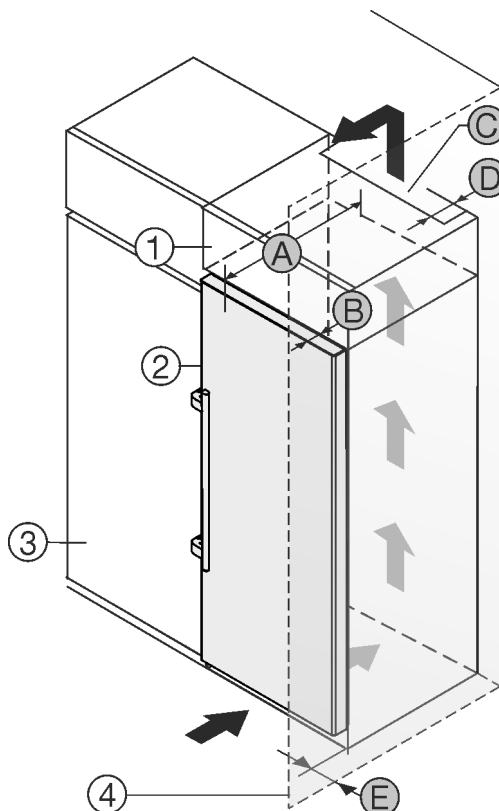

Fig. 1
- (1) Aufsatzschrank
- (2) Gerät
- (3) Küchenschrank
- (4) Wand
- (5) Wandabstandhalter
- (A) Gerätetiefe
- (B) Türtiefe
- (C) Belüftungsquerschnitt
- (D) Abstand Geräterückseite
- (E) Abstand zur Geräteseite
Sie können das Gerät direkt neben dem Küchenschrank Fig. 1 (3) aufstellen.
An der Rückseite des Aufsatzschrankes muss ein Abluftschacht mit der Tiefe *Fig. 1 (D)* über die gesamte Aufsatzschrankbreite vorhanden sein.
Unter der Raumdecke muss der Entlüftungsquerschnitt *Fig. 1 (C)* eingehalten werden.
Wenn Sie das Gerät mit den Scharnieren neben einer Wand *Fig. 1 (4)* aufstellen, dann muss der Abstand zwischen Gerät und Wand mindestens 57 mm betragen. Dies entspricht dem Griffüberstand bei geöffneter Tür.
Damit Sie die Tür vollständig öffnen können, muss das Gerät um die Türtiefe *Fig. 1 (B)* gegenüber der Küchenschrankfront vorstehen. Abhängig von der Tiefe der Küchenschränke *Fig. 1 (3)* und Verwendung von Wandabstandshaltern kann das Gerät weiter herausragen.